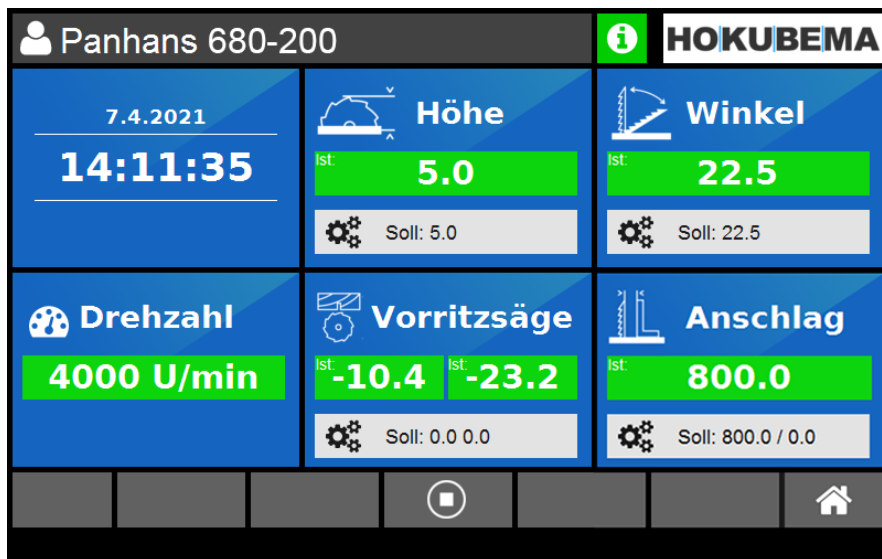

Abbildung 54: Bedienelemente Maschine
1. Wählen Sie das Symbolfeld „**Höhe**“ (⇒ Abbildung 54).
1. Wählen Sie das Symbolfeld „**Winkel**“ (⇒ Abbildung 54)
3. Wählen Sie in der Anzeige „**Höhe**“ die Schaltfläche  (⇒ Abbildung 54), geben Sie dann den Wert 50,00 ein und bestätigen diesen Wert mit .